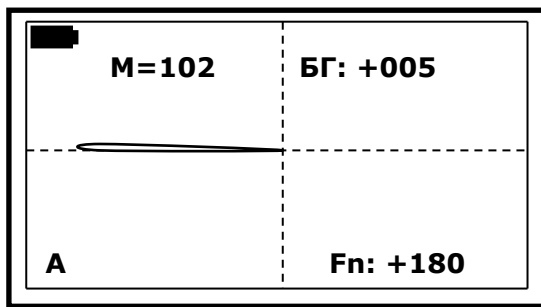

Рис. 17
4. Плавно, приблизительно, в течение одной секунды, поднесите датчик к грунту сверху вниз, избегая ударов датчиком о траву, камни и другие объекты. Скорость поднесения датчика должна быть такой, чтобы он опустился до уровня грунта приблизительно, за одну - две секунды. При поднесении датчика к грунту, на дисплее будет вырисовываться линия из центра в левую сторону экрана* (Рис. 17). Опускайте датчик до тех пор, пока линия не дойдет до левого края дисплея, не допуская ударов датчиком о грунт, густую траву и т.д.